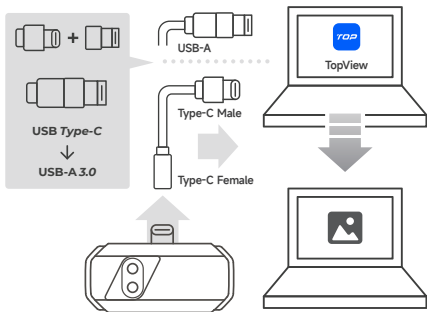

図 3.2.1
2. 付属のアダプタケーブルを使用して、TC001 Plus カメラを Windows ベースのコンピュータに接続します（図 3.2.1 を参照）。